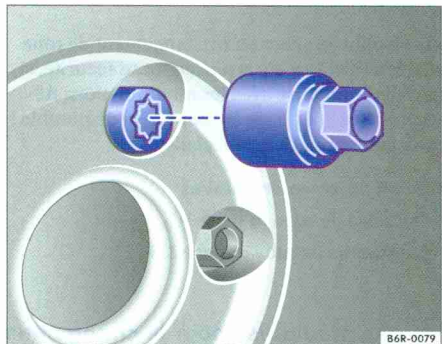

Fig. 192 Change ment d'une roue : boulon antivol de roue et adaptateur
- Enfoncez l'adaptateur jusqu'en butée dans le boulon antivol de roue ⇒ fig. 192.